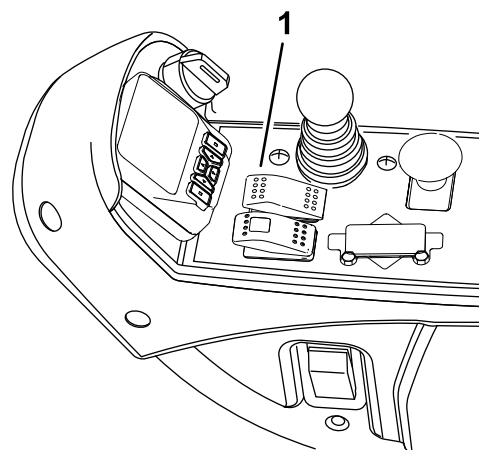
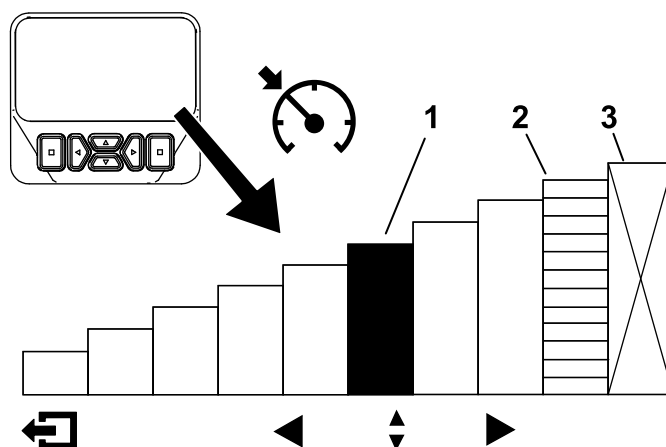

Рисунок 30
Рисунок 31
После включения переключателя круиз-контроля и установки скорости (Рисунок 30) используйте инфо-центр для регулировки настройки скорости круиз-контроля (Рисунок 30 и Рисунок 31).
1. Включите переключатель круиз-контроля на консоли (Рисунок 30).
2. Используйте дисплей Инфоцентра для регулировки настройки скорости круиз-контроля (Рисунок 31).